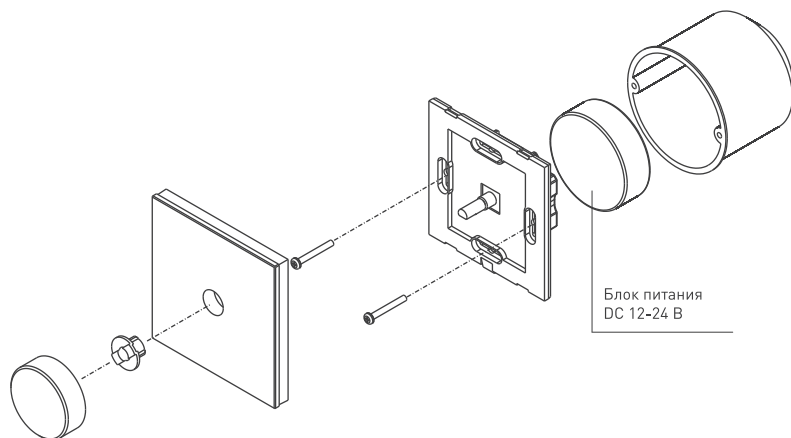

Рис. 2. Крепление панели и установка блока питания.
3.3. Закрепите панель в месте установки (Рис.2), для чего: